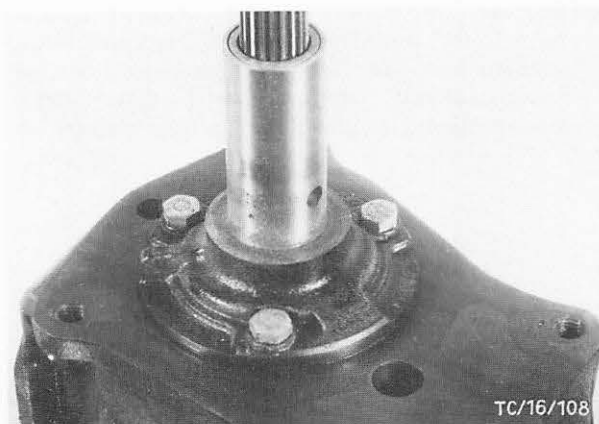

Abb. 88 Führungshülse – Kupplungsdrucklager
14. Führungshülse – Kupplungsdrucklager abbauen (3 Schrauben). Abb. 88.